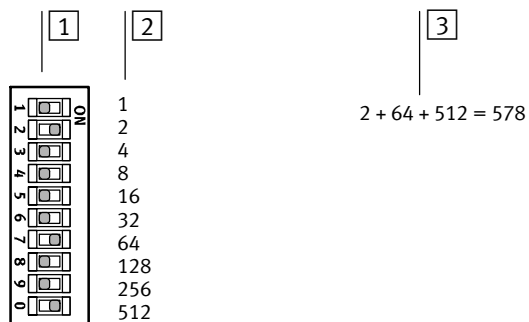

Bild 2/2: 10fach-DIL-Schalter zur Einstellung der PROFIsafe-Adresse – binär codiert
3. PROFIsafe-Adresse am 10fach-DIL-Schalter binär kodiert einstellen → Bild 2/2.